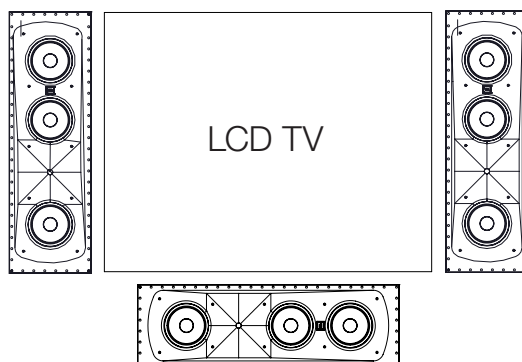

Fig. 5
Hvis der bruges et ikke-perforeret lærred eller en LCD/plasma/OLED-skærm i installationen, kan SLC-2 bruges i vandret retning monteret direkte under eller over og så tæt som muligt på videoskærmen (fig. 5).
**BEMÆRK:** Det er meget vigtigt at placere centerhøjttaleren, den venstre og højre højttaler så vidt muligt i den samme højde. Hornet i centerkanalhøjttaleren bør ikke være mere end 60 cm over eller under venstre og højre højttaler. Dette bibeholder lokaliseringsintegriteten af "sound-pans", hvor lyden synes at bevæge sig fra venstre og til midten til højre. Hvis lyden også synes at bevæge sig op og ned, kan det ødelægge illusionen af disse panning-effekter. For at nedsætte højdeforskellen til centerhøjttaleren, bør venstre og højre kanalhøjttalerne sænkes lidt. Du kan også dreje venstre og højre SLC-2 180 grader (omvendt) for at opnå en bedre tilpasning af den akustiske højde af alle højttalere (fig. 5).